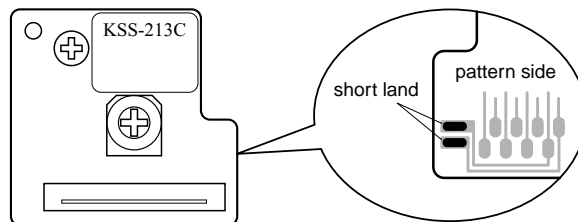

Fig. 2-1
- LD terminals are factory-strapped before shipment to protect LD from electrostatic discharges during transportation. (Fig. 2-1) After connector insertion, unstrap the LD terminal with a soldering iron.
- LDの端子は、出荷時に輸送による静電破壊防止のためショートされています。(Fig. 2-1) ショート部の解放はコネクタを差し込んだ後、半田ゴテで行なってください。